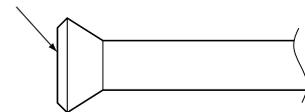

Abb. 10
- Beschichten Sie beim Anschließen der Bördelmutter den zu bördelnden Bereich innen mit Esther- oder Etheröl und drehen Sie die Mutter zunächst 3-4 mal von Hand herum, bevor Sie sie dann einschrauben. **(Siehe Abb. 10)**